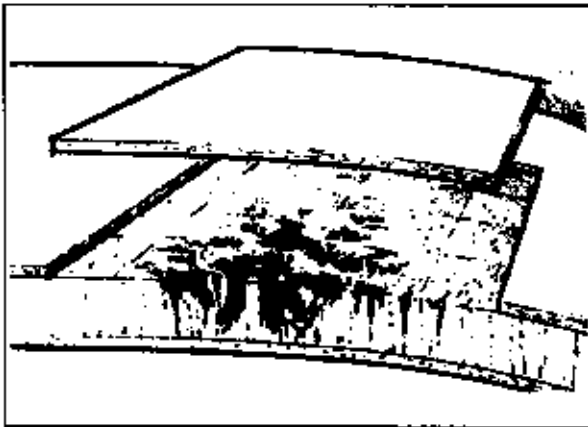

Abb. 4-5 Trennen Sie nur das Laminat außerhalb der Schadensstelle heraus. Nehmen Sie das Stück Laminat vorsichtig ab.
2. Die Deckschicht wird abgehoben (Abb. 4-5). Dort wo der Kern naß oder beschädigt ist, sollte das leicht möglich sein. Klebt die Deckschicht noch fest an den Rändern, muß die Trennung mit einem Sägeblatt oder sonstigem flachen Werkzeug erfolgen. Dabei soll die Deckschicht nicht zu sehr hochgebogen werden. Auch den Kern darf man dabei nicht beschädigen. Auch Wärme kann das Lösen erleichtern. Dabei aber bitte nicht zu sehr erwärmen.